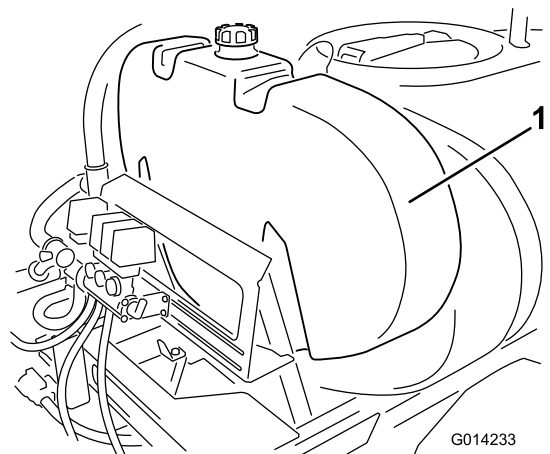

Figura 9
1. Instale el depósito de enjuague, según se muestra en (Figura 9).